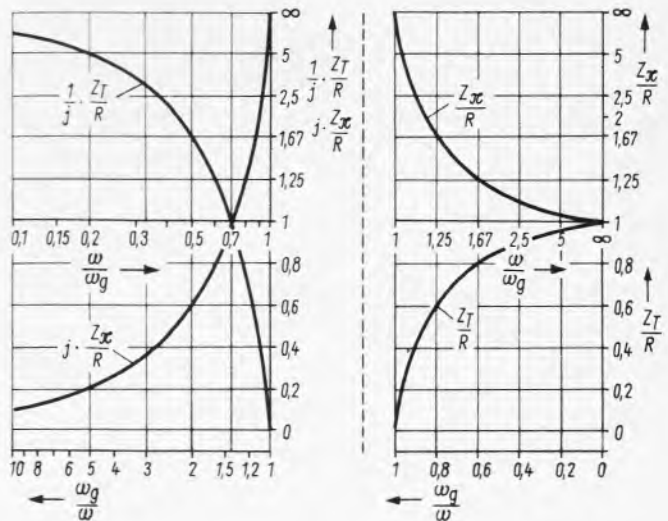

Bild 17. Darstellung des normierten Wellenwiderstandes für ein Hochpaß-Grundglied (vgl. Bild 13)
3.4.1 Wellenwiderstand des T-Grundgliedes (Bild 17)
3.4.2 Wellenwiderstand des π -Grundgliedes (Bild 17)